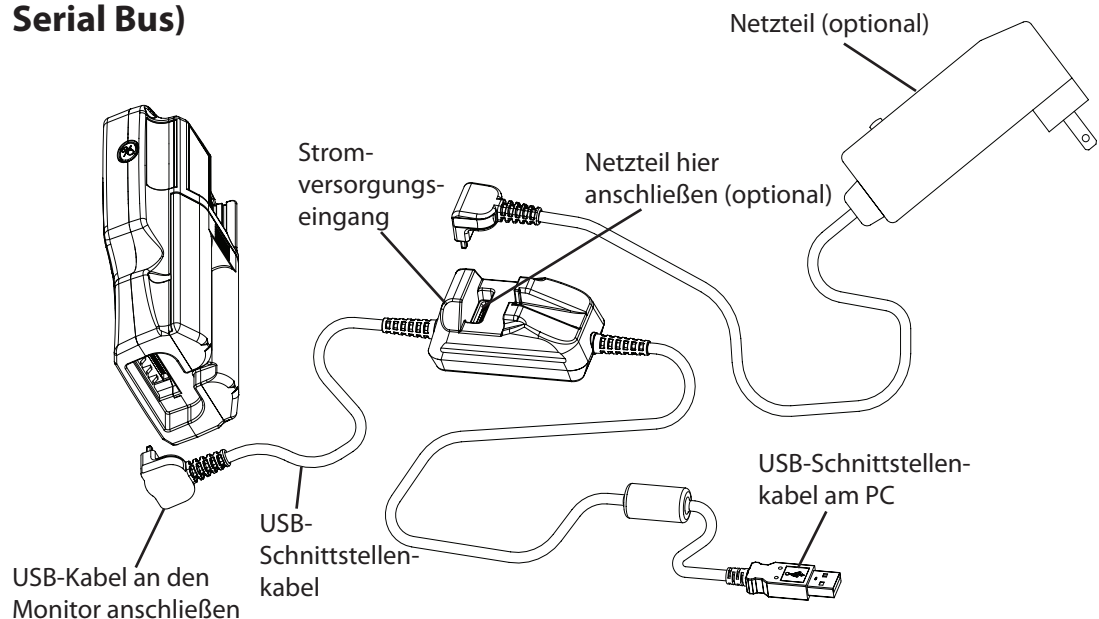

Abbildung 4-5: Stromversorgung des Oximeters über die USB-Schnittstelle
- Das Oximeter kann über das USB-Schnittstellenkabel von einem PC mit Strom versorgt werden (Abbildung 4-5).